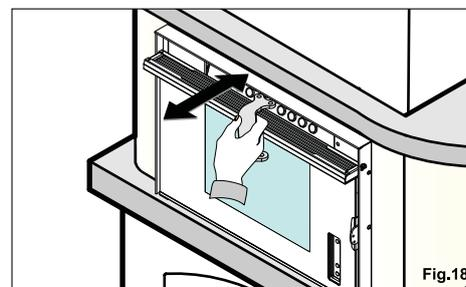

Fig.18
- **Pratico 490:** Abbassare il frontalino superiore, inserire la maniglia asportabile nell'apposita sede e tirarla in avanti e indietro (per 3-4 volte) in modo da azionare i raschiatori (fig.18).